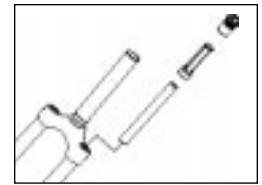

Abb. 3
2. Entfernen Sie die Federgruppe (obere Abdeckkappe, Distanzhülse und Elastomer Siehe Abb. 3.